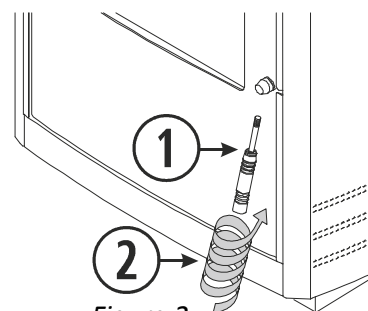

Figura 2
- 4.7. No caso do modelo de estufa Suez, o puxador é enviado desmontado e guardado dentro da tremonha. Neste caso, é preciso montar o puxador: enroscar o puxador no fecho da porta, tal e como indicado na *figura 2*.
①	Puxador da porta.
②	Enroscar o puxador no fecho.